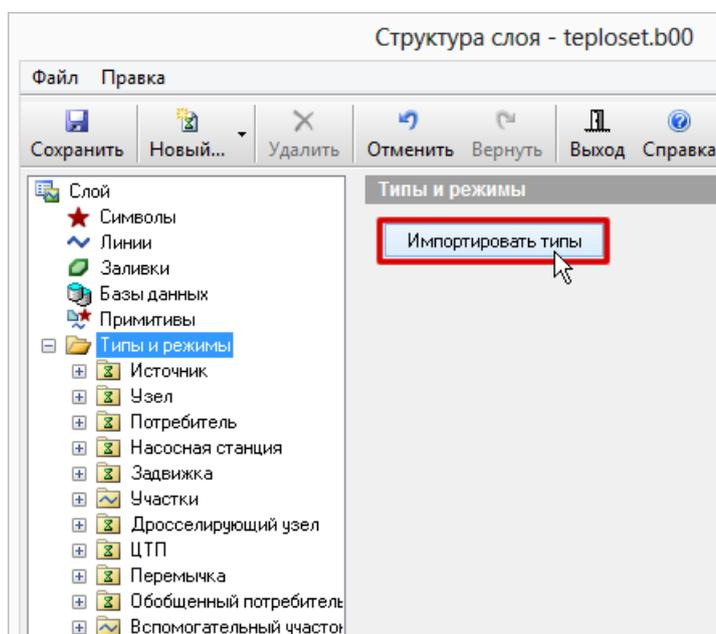

Рисунок 4.23. Импорт типов
1. В дереве редактора структуры слоя встать на пункт Типы и режимы, нажать кнопку Импортировать типы. (см. Рисунок 4.23, «Импорт типов»).